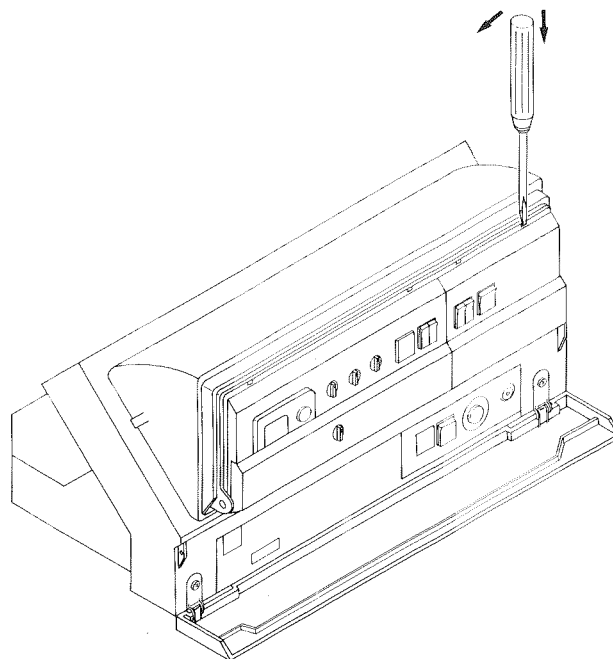

Abb. 5.3
2. Je nach baulichen Gegebenheiten Gehäuserückwand abbauen oder rechte Frontplatte ausrasten (siehe Abb. 5.3).